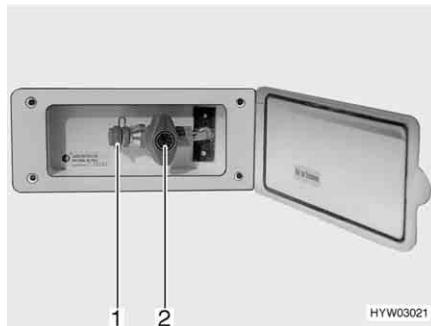

Fig. 59 Presa gas esterna, rubinetto di arresto del gas chiuso
La presa gas esterna (Fig. 59) si trova, a seconda del modello, nella parte posteriore o sul lato destro o sinistro del veicolo.
- Collegare l'apparecchio a gas esterno all'attacco (Fig. 59,1).
- Aprire il rubinetto di arresto del gas (Fig. 59,2).